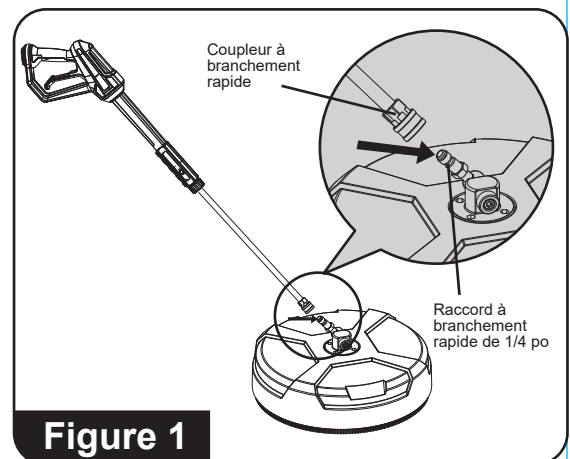

Figure 1
2. Fixez le raccord à branchement rapide de 1/4 po à l'extrémité de la lance de laveuse à pression (consultez la figure 1).